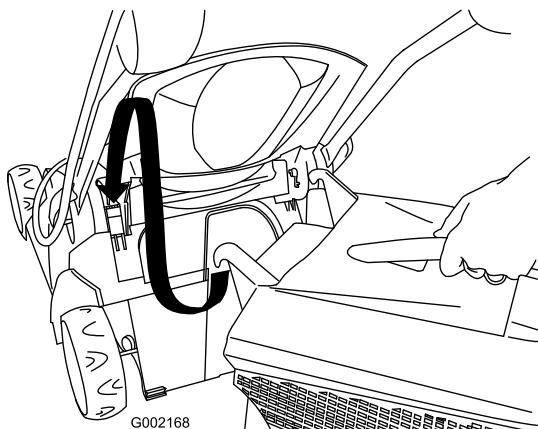

Рисунок 20
- 1. Поднимите заднюю дверцу и установите на газонокосилку сборник скошенной травы (Рисунок 20).